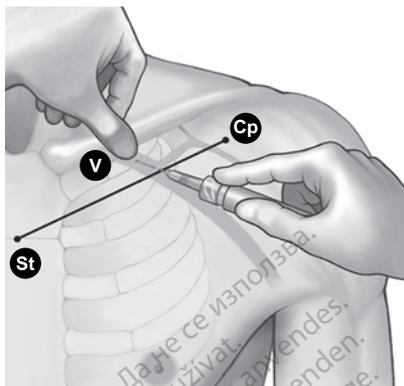

Abbildung 9. Platzierung des Daumens und Einstichstelle der Nadel
4. Drücken Sie den Daumen gegen den Zeigefinger und zielen Sie 1-2 Zentimeter unterhalb der Clavicula, um den Musculus subclavius vor der Nadel zu schützen. (Wenn eine Hypertrophie des Musculus pectoralis erkennbar ist, sollte der Daumen auf einen Punkt ca. 2 Zentimeter unterhalb der Clavicula zeigen, da der Musculus subclavius ebenfalls hypertrophiert sein könnte) (Abbildung 9 Platzierung des Daumens und Einstichstelle der Nadel auf Seite 25).